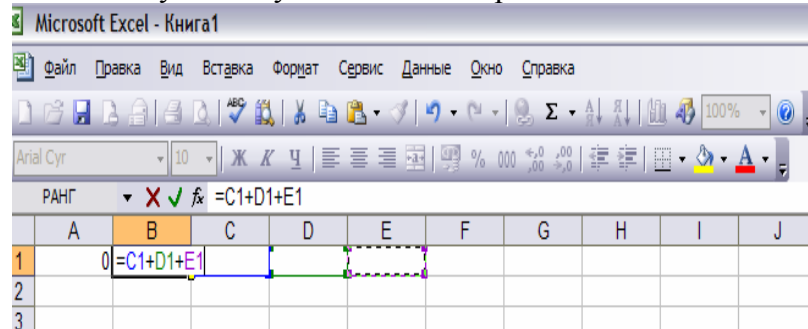

Рисунок 3.2 – Ввод ограничений в Excel
2. а) Ввести в ячейку B1 левую часть 1-го ограничения:  $= C1+D1+E1$  (рисунок 3.2)